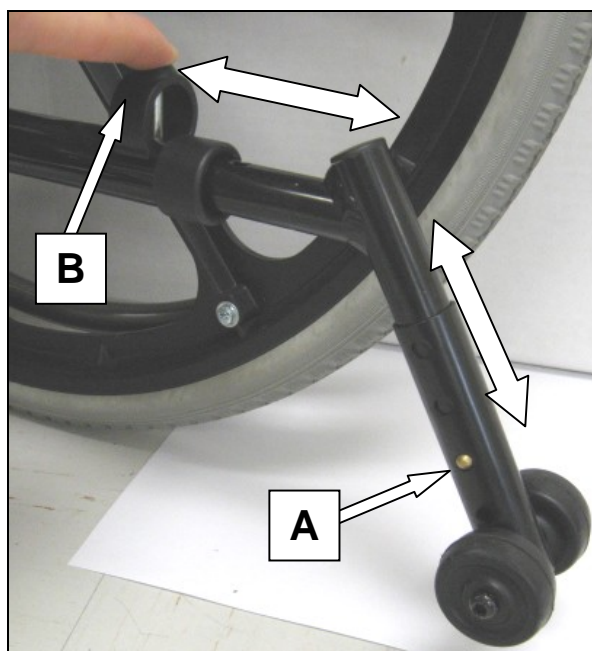

Figure 20-B : Antibascule coudé.
Enfoncer le bouton à ressort (A) de la partie inférieure de l'antibasculé et glisser vers le haut ou vers le bas pour atteindre le dégagement de 1 pouce minimum par rapport au sol (voir; figures 20-A et B).